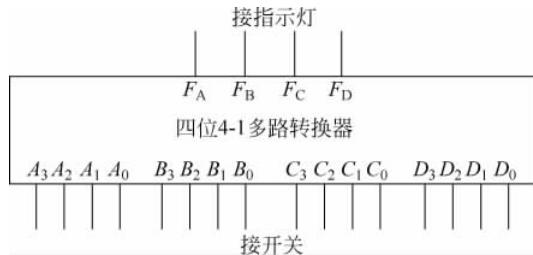

图 5.4.3 四位 4-1 多路转换器电路示意图
- (1) 用 GAL 实现一个四位 4-1 多路转换器。
- (2) 按图 5.4.3 进行设计,绘出逻辑图和引脚分配图。